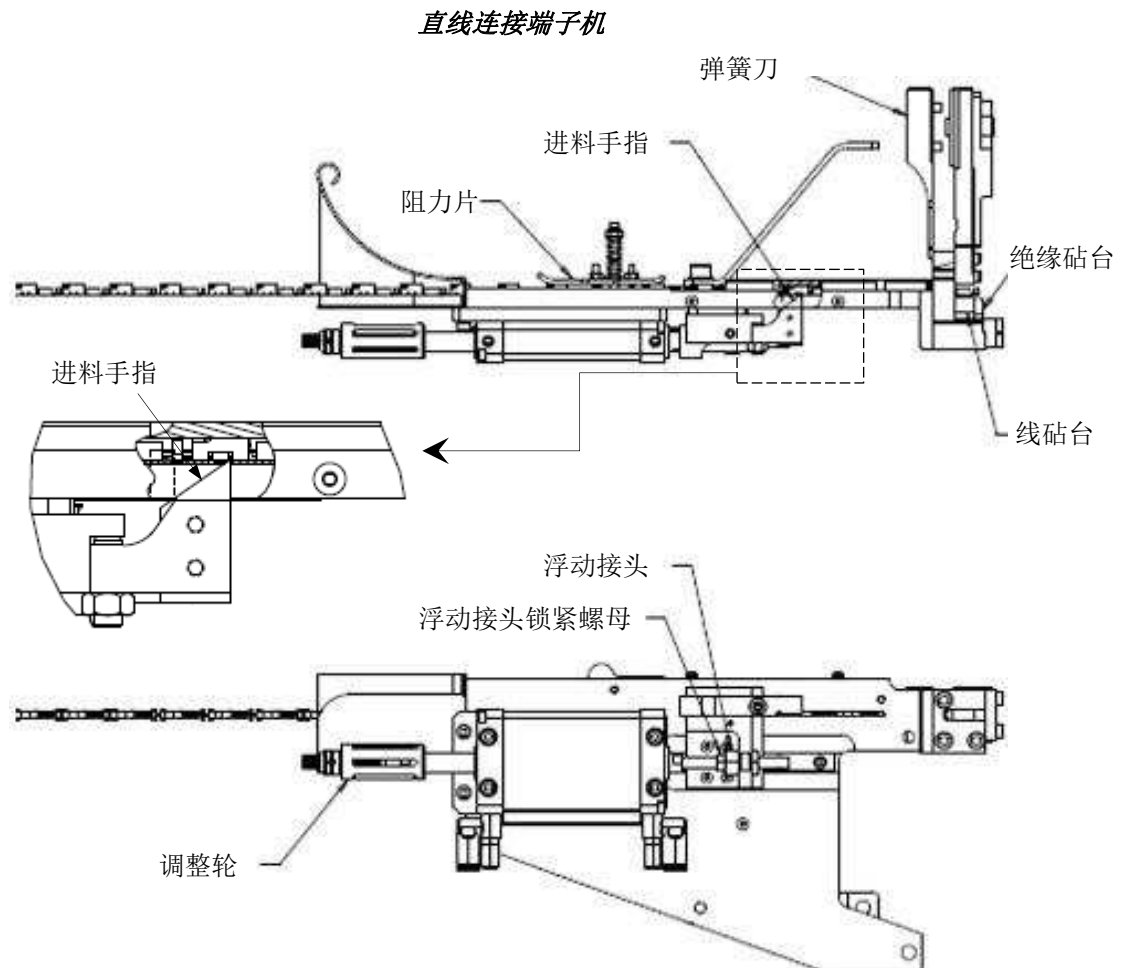

图 21
3. 向前推动端子料带，确保端子发出“卡嗒”声通过进料手指，然后向后拉动端子料带，确保进料手指牢牢卡住料带（参见图 21）。